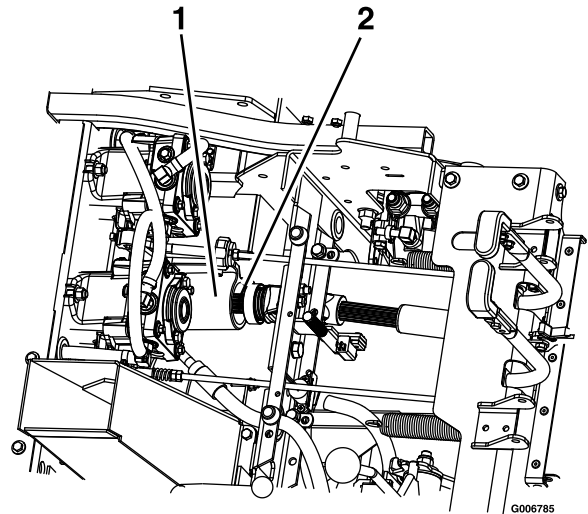

Figure 72
8. Soulevez le siège et séparez l'arbre d'entraînement de l'arbre intermédiaire avec l'accouplement rapide (Figure 72).
3. Relevez le siège et montez l'arbre d'entraînement sur l'arbre intermédiaire (Figure 72)